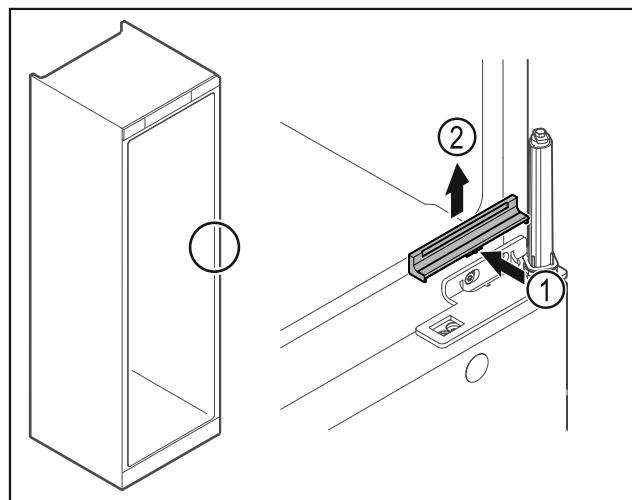

Fig. 32
- ▶ Кришку Fig. 32 (1) трохи натиснути в центрі та зняти рухом вгору Fig. 32 (2).